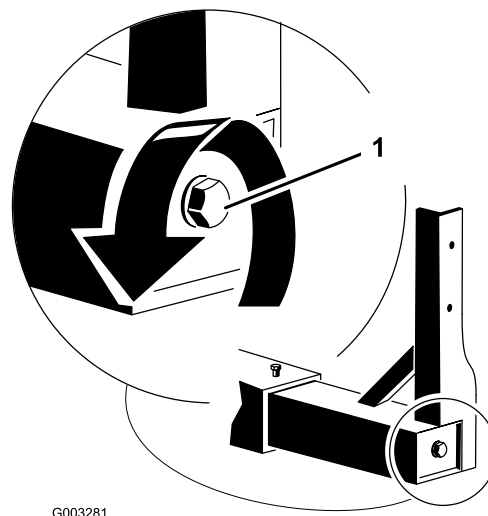

Figura 1
5. Afloje los pernos del bastidor del brazo un máximo de 3 vueltas (Figura 1).